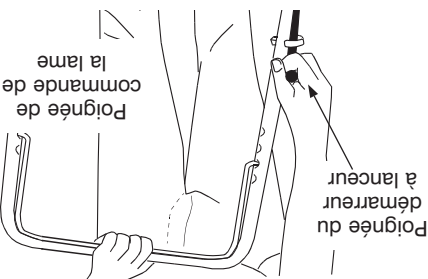

Figure 3
- Tenez-vous derrière la machine, appuyez sur la poignée de commande de la lame et maintenez-la contre le guidon supérieur, comme à la Figure 3.